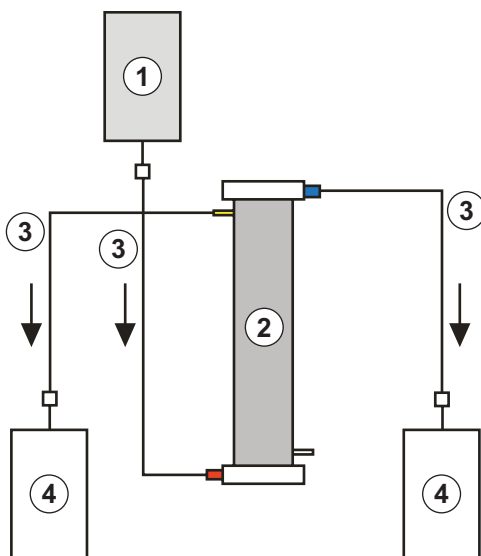

Рис. 10-8 Установка для промывки фильтра плазмы
Материалы: см. условные обозначения к Рис. 10-8, 1,5 мл раствора гепарина (5000 ЕД/мл)
3. Подключить оставшиеся соединительные линии и сливные мешки, как показано на Рис. 10-8, к стороне фильтра, обращенной к блоку плазмы и крови, и зажать магистраль со стороны плазмы.